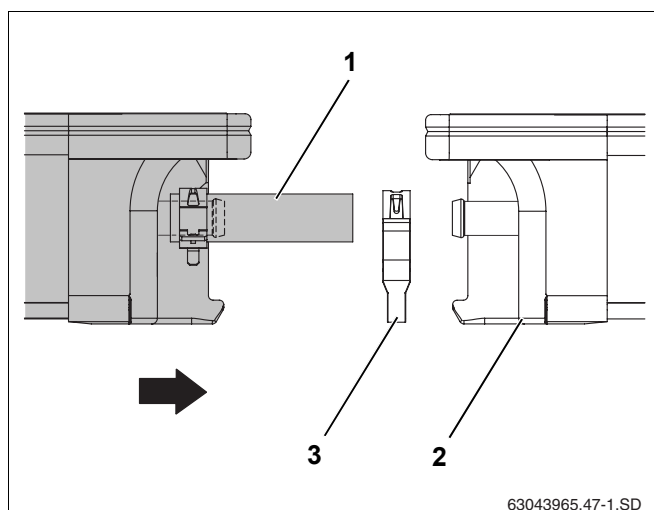

Рис. 49 Придвинуть второй коллектор к первому
- Установить второй коллектор с предварительно смонтированными шлангами (рис. 49, поз. 1) на профильные рейки, при этом он должен встать в крепления от сползания.
- Надеть второй пружинный хомут (рис. 49, поз. 3) на шланг солнечного коллектора.
- Придвинуть второй коллектор к первому (рис. 49, поз. 2) так, чтобы шланги наделись на левые штуцеры первого коллектора.